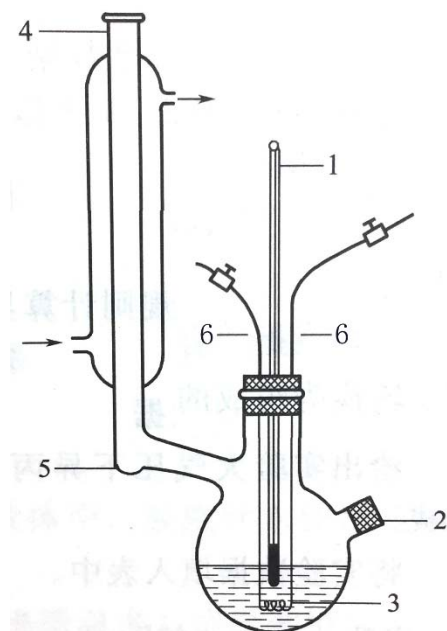

图 2 沸点测定仪
本实验采用简单的蒸馏装置，如图 2 所示，电阻丝被直接放入溶液中加热，以减少过热现象（防止暴沸）。蒸馏瓶上的冷凝管使平衡时气相样品凝集在下面的小室内，然后从中取样分析气相成分。
2. 将蒸馏装置按图 2 安装好，将电阻丝对应电极与调压变压器接好。